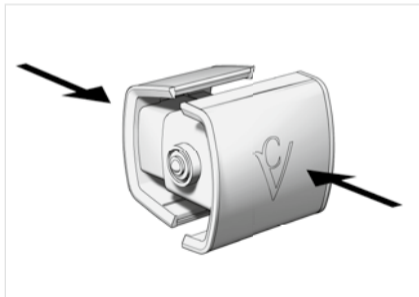

图01：手表夹。
1. 用大拇指和食指从您的上链盒支架中拉出手表夹并紧压到一起（见图01）。